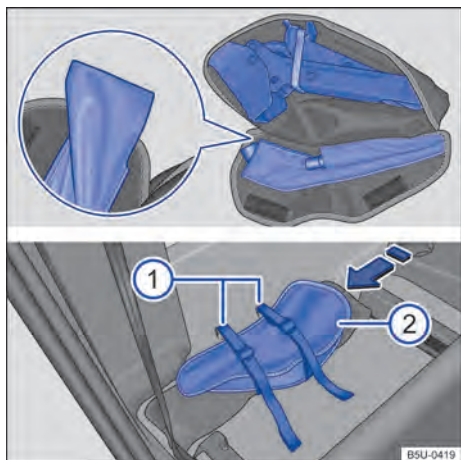

Fig. 169 Atrás do encosto do banco do passageiro: ① cintas de fixação da bolsa das ferramentas de bordo e ② bolsa das ferramentas de bordo.
- Acomodar o macaco na bolsa fechado totalmente → Fig. 169, com a base do macaco na parte maior da bolsa.
- Acomodar a chave de roda no seu devido alojamento e atentar para que a lingueta → Fig. 169 (lupa) seja colocada por baixo da chave de roda, para evitar ruídos durante a condução.
- Posicionar a bolsa das ferramentas de bordo atrás do banco do passageiro, sobre o triângulo de segurança e através das duas cintas de fixação, conforme → Fig. 169 no sentido da seta.
- Para que a bolsa fique corretamente fixada, colocar a bolsa de ferramentas de bordo com os velcros da bolsa voltados para frente → Fig. 169 ②.